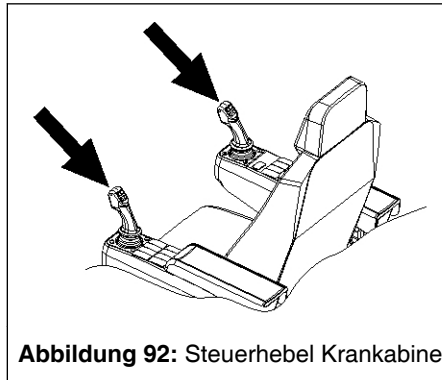

Abbildung 92: Steuerhebel Krankabine
4. Drehbewegung durch Betätigen eines der Taster der "Freigabschaltung" und vorsichtiges Auslenken des Steuerhebels (siehe ↗ Abb. 92, Seite 176) in die entsprechende Richtung einleiten.